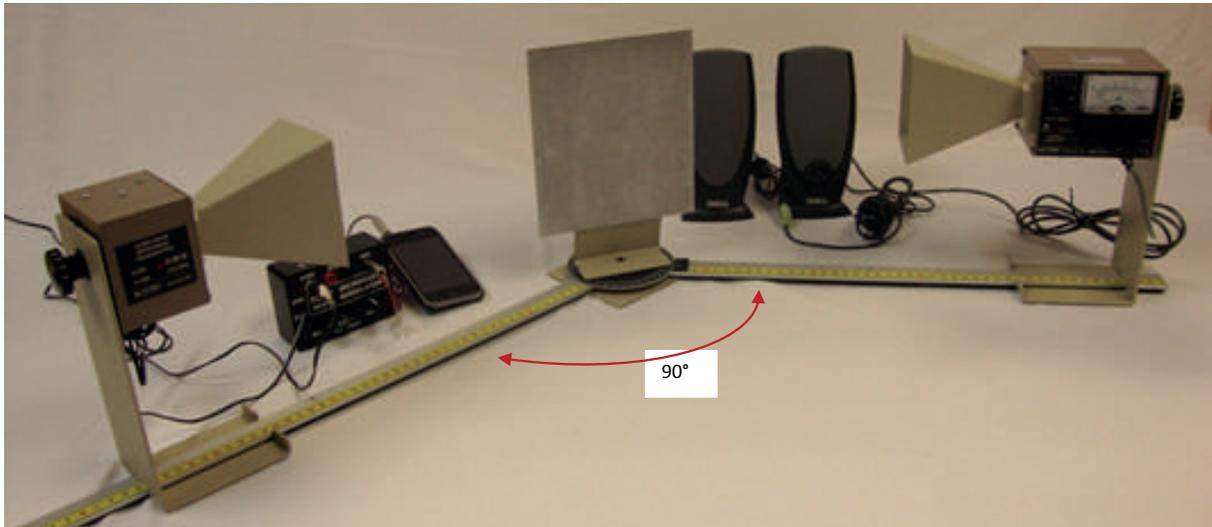

Figura 9.5. Reflexión de una señal de audio
g) Coloque el reflector metálico en el goniómetro y gírelo de tal manera que exista un ángulo de 90° entre ellos (figura 9.5).